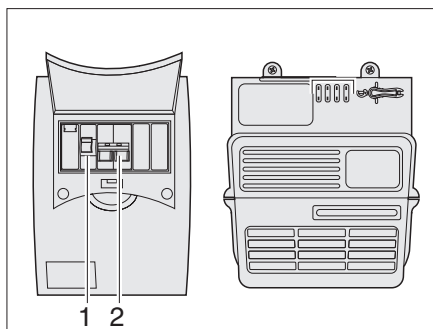

Fig. 98 Scatola dei fusibili a 230 V
Il fusibile principale (Fig. 98,2) protegge il circuito di ingresso a 230 V dall'assorbimento di un'intensità di corrente maggiore di 10 A. La scatola dei fusibili contiene inoltre un interruttore di sicurezza per correnti di guasto (Fig. 98,1).
- Disinserire e subito dopo reinserire l'interruttore di sicurezza di linea a 230 V (vedi Fig. 98) e l'interruttore principale della batteria (vedi Fig. 92) per interrompere il passaggio della corrente.